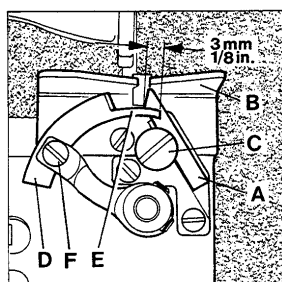

Fig.11
Set the fixed knife (A, Fig. 11) so that its tip sits close to the underside of the throat plate (B). For adjustment loosen screw (C) and move knife up or down in its holder as required. Retighten screw.
Set the moving knife (D, Fig. 11) so that it just clears below the throat plate underside on its entire arc of travel. In the most open position of the knives the pilot (E) should overlap the fixed knife by 3 mm (1/8"). In cutting position of the knives the cutting edge of the moving knife should overlap the cutting edge of the fixed knife at least 1 mm (3/64"). For adjusting moving knife loosen screw (F) and set knife as required. Retighten screw.
Fijar la cuchilla fija (A, Fig. 11) de tal manera que su punta esté al ras con el borde inferior de la plancha de aguja (B). Para ajustarla, soltar el tornillo (C) y mover la cuchilla hacia arriba o abajo. Apretar el tornillo otra vez.
Fijar la cuchilla móvil (D, Fig. 11) de tal manera que se pueda mover libremente debajo de la plancha de la aguja. En la posición mas abierta la guía del cuchillo (E) debe sobrepasar la cuchilla fija todavía a 3 mm y en la posición del corte las cuchillas deberán sobrepasarse por lo menos 1 mm. Para lograr esto hay que soltar el tornillo (F) y ajustar la posición de la cuchilla móvil.